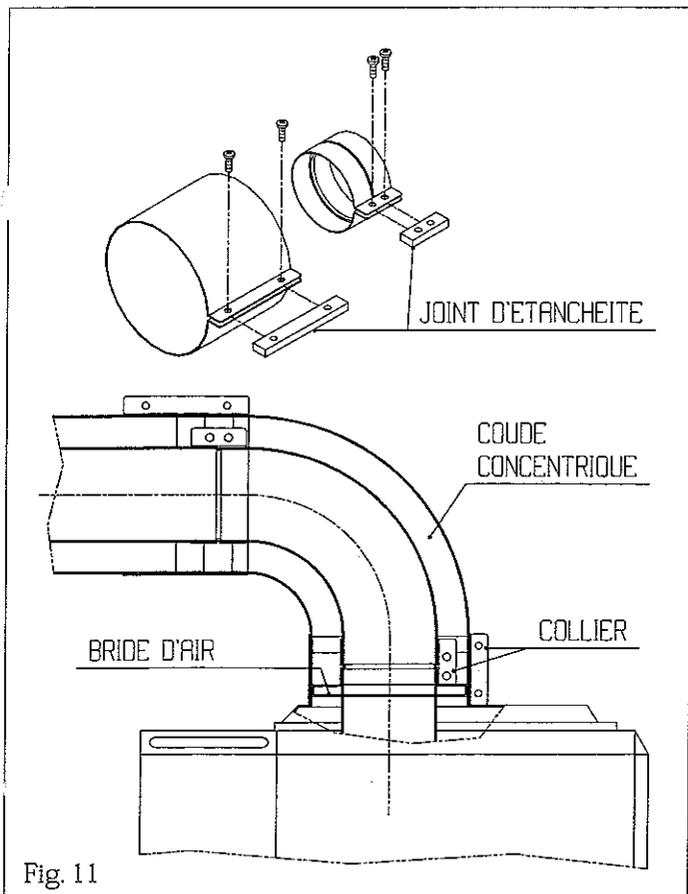

Fig. 11
- pour toute longueur supérieure à 1 m, retirer la bride d'air (fig. 11);
- monter l'adaptateur sur les 2 tubes en utilisant les colliers d'étanchéité (même principe que le coude de la figure 11);